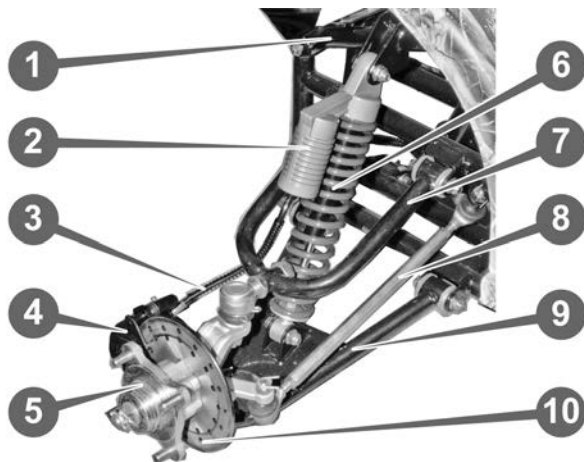

Рисунок 5.11.
Ступица (5) (см. рис. 5.11.), переднего колеса установлена на поворотной цапфе, шарнирно прикрепленной к нижнему (9) и верхнему (7) А-образным рычагам. На ступице жестко закреплен тормозной диск (10), на цапфе установлен суппорт (4) гидравлического тормоза, к которому подключен тормозной шланг (3) в защитной навивке. Поворот цапфы осуществляется передачей усилия от рулевой колонки с помощью рулевой тяги (8).